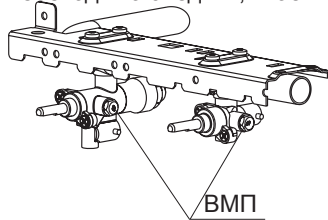

рис. 16
21.2 Проведение замены винтов малого пламени (ВМП) в кране-термостате и кранах горелок стола (рис. 16, 17):